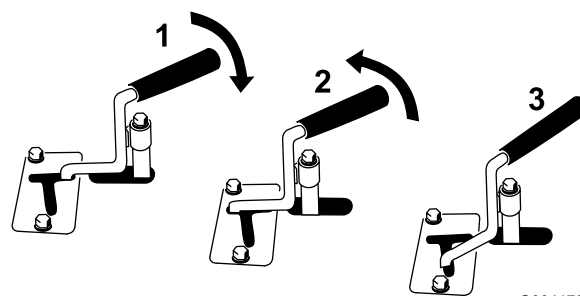

Figura 12
- Per azionare un accessorio idraulico in direzione di marcia avanti, ruotate la leva dell'alimentazione idraulica ausiliaria all'indietro e tiratela verso il basso sulla barra di riferimento (Figura 12, numero 1).
- Per azionare un attrezzo idraulico in direzione di retromarcia, girate la leva dell'alimentazione idraulica ausiliaria all'indietro, poi portatela a sinistra nella scanalatura superiore (Figura 12, numero 2).
Nota: Se rilasciate la leva quando è in posizione AVANTI, questa torna automaticamente alla posizione FOLLE (Figura 12, numero 3). Se si trova nella posizione di MARCIA INDIETRO, rimane in questa posizione finché non viene estratta dalla scanalatura.